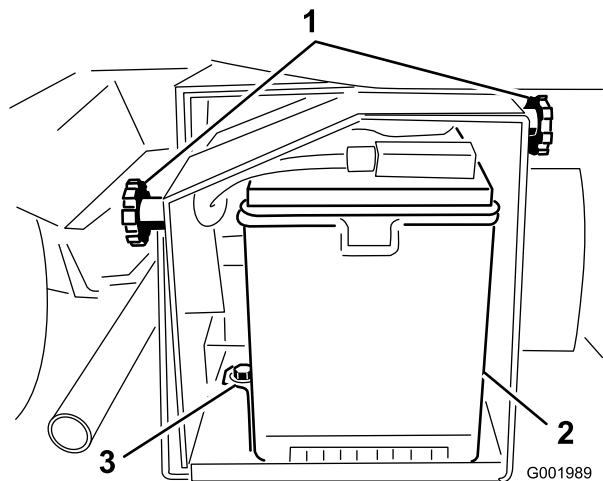

図 54
2. バッテリー・ボックスのノブ(図 54)をゆるめ、カバーを外す。
5. バッテリー・リターナと固定金具を外す(図 54)。
2. バッテリー押さえを元通りに取り付ける(図 54)。
4. バッテリーカバーを元どおりに取り付けノブで固定する(図 54)。
1. バッテリー・ボックスのノブ(図 54)をゆるめ、カバーを外す。